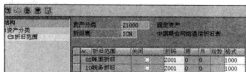

图 10-56 选择“折旧范围”
STEP 1 在命令栏输入 SPRO 命令，通过菜单选择“财务会计→资产会计→评估→定义资产分类中的折旧范围”选项，或者直接在命令栏中输入“OAYZ”命令，弹出如图 10-56 所示的界面。